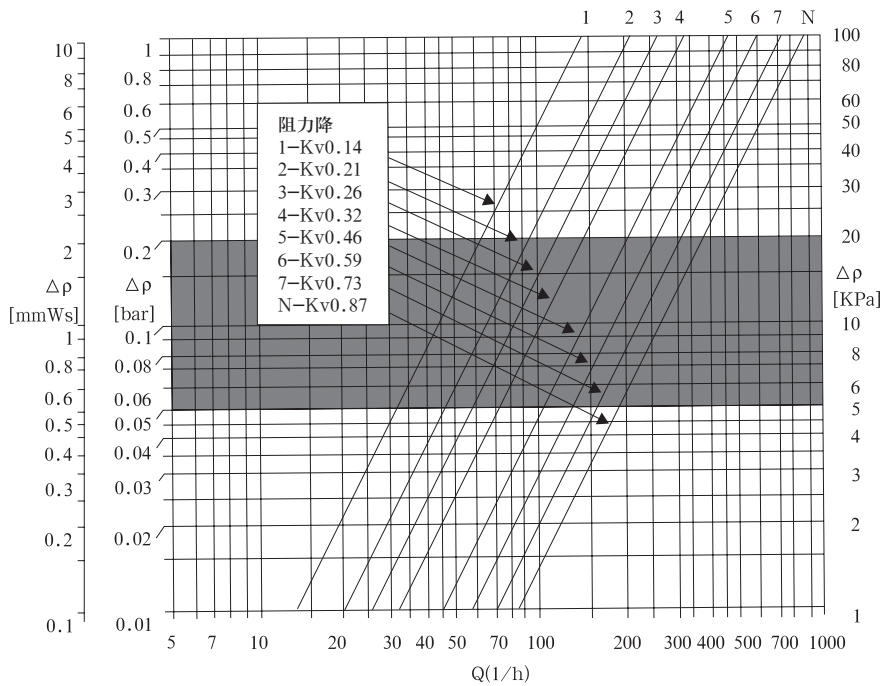

图 5.3-2
2) 复合型散热器压力损失 (图 5.3-2，适用于配置有北新散热器专用温控阀的复合型散热器)